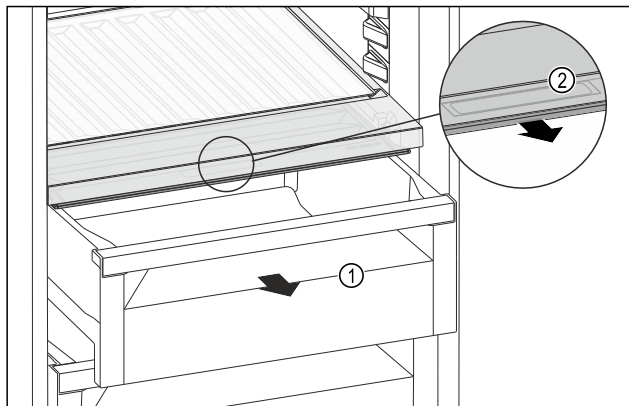

Fig. 114
- Schubfach Fig. 114 (1) herausziehen.
- Griffmulde Fig. 114 (2) am Fachdeckel anfassen und Fachdeckel gleichzeitig nach vorne ziehen.